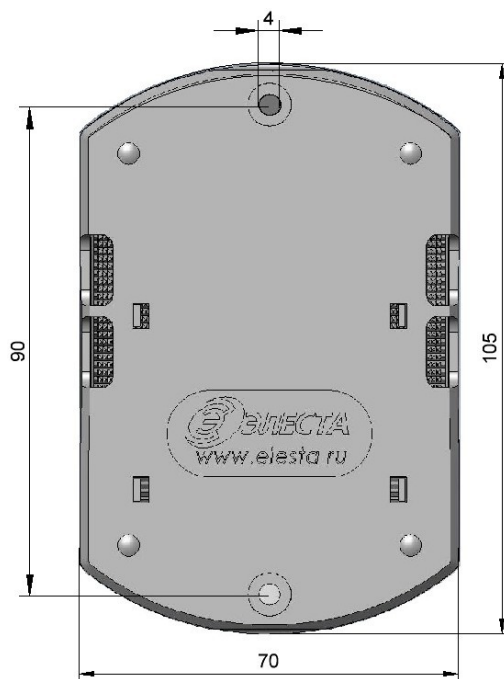

Рисунок 4.1 - Габаритные и установочные размеры прибора
Прибор устанавливается в помещении с ограничением доступа посторонних лиц, в удобном для технического обслуживания месте. Прибор крепится к стене на высоте, удобной для наблюдения за индикацией. Прибор крепится двумя шурупами через отверстия в основании корпуса (рисунок 4.1).
- 3 Закрепите прибор на стене двумя шурупами по установочным размерам (рисунок 4.1), предварительно продев провода внешних подключений через прямоугольные отверстия в основании корпуса.